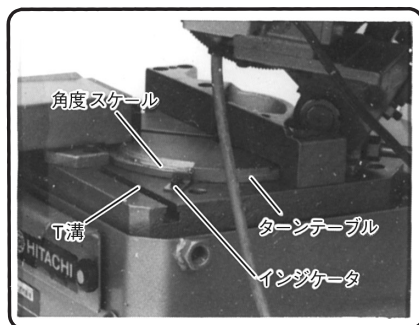

図 20
**注** ● 左角度切りをする場合は、移動バイスを右側に移動してください。(図20参照)